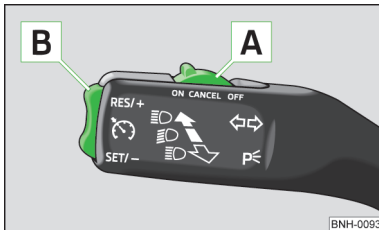

Abb. 102
➤ Den Schalter » Abb. 102 in Stellung ON stellen.
➤ Den Schalter » Abb. 102 in Stellung OFF stellen.
- Die Wippe in der Position SET/- » Abb. 102 auf Seite 117 drücken.
➤ Die Wippe in der Position RES/+ » Abb. 102 auf Seite 117 drücken.
Die gespeicherte Geschwindigkeit kann durch Drücken der Wippe in der Position SET/- » Abb. 102 auf Seite 117 verringert werden.
- Die Geschwindigkeitsregelanlage wird vorübergehend abgeschaltet, indem der Schalter » Abb. 102 auf Seite 117 in die gefederte Stellung CANCEL bzw. das Brems- oder Kupplungspedal gedrückt wird.